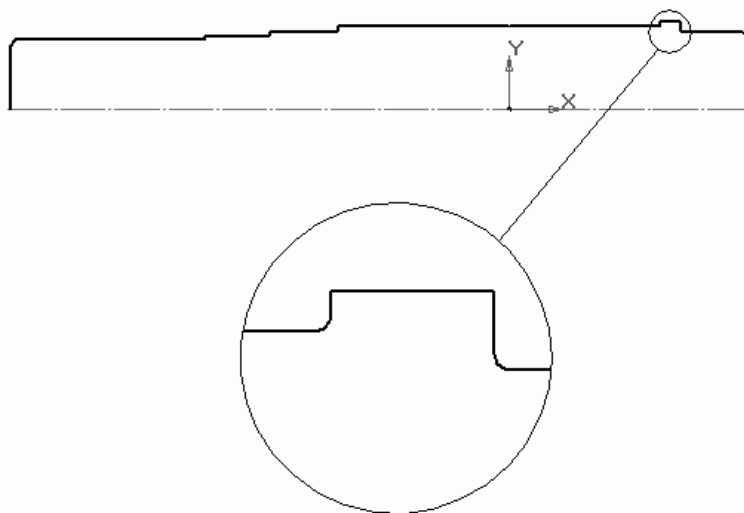

Рис. 3.62. Эскиз вала (скругления показаны увеличенно)
1. Выделите в дереве построений плоскость XU и нажмите кнопку Эскиз. Перейдите в окно представления сборочного чертежа и скопируйте половину контура ведомого вала (выделите изображение вала на виде сверху, нажмите сочетание клавиш $Ctrl+C$ и укажите точку привязки – точку начала координат вида). Вернитесь в окно модели и вставьте изображение вала, совместив точку привязки с началом координат эскиза. Поверните вставленное изображение вокруг начала координат на 90° против часовой стрелки. Отредактируйте контур, чтобы в нем не было самопересечений и постройте небольшие скругления (1–1,6 мм) в местах перехода одной ступени в другую. Это делается для того, чтобы позже не применять лишние операции для создания скруглений и фасок на теле модели (рис. 3.62). Не забудьте построить ось вращения, если вы не скопировали ее с чертежа.